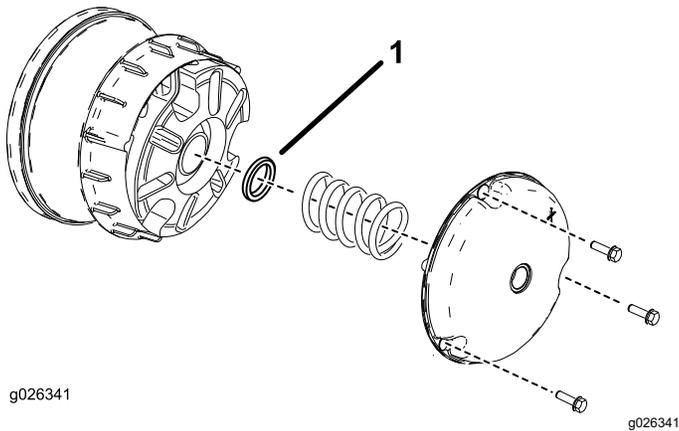

Bild 51
- Entfernen Sie die Schrauben, mit denen die Abdeckung der Hauptkupplung befestigt ist, wie in Bild 51 abgebildet.